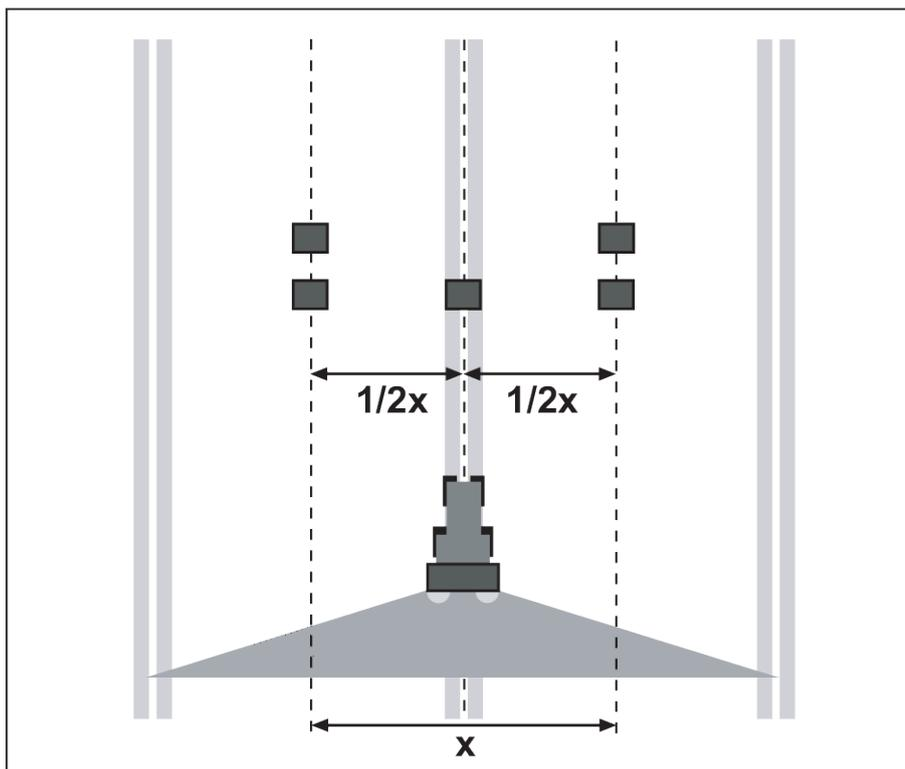

Рис. 34: Установка для одного прохода
- ▶ Установите по два поддона на расстоянии **1 м** один за другим в зонах перекрытия (между технологическими колеями) и один поддон внутри технологической колеи (согласно Рис. 34)